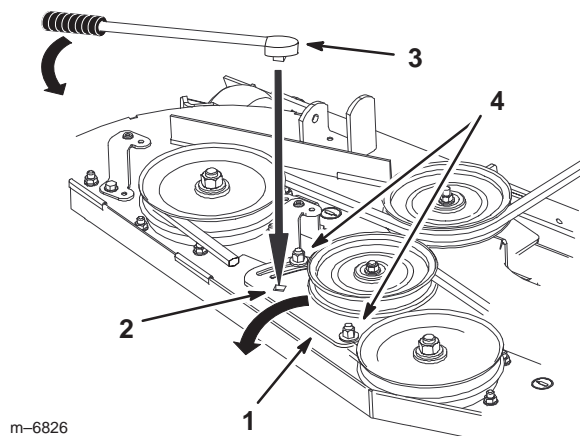

Figure 69
4. Desserrez l'écrou de fixation de la plaque de la poulie de tension et déplacez la plaque pour détendre la courroie sur la poulie de tension. Déposez la courroie usée du plateau de coupe (Fig. 69).
5. Si un réglage est nécessaire, desserrez la plaque du bras de tension et effectuez le réglage (Fig. 69).
6. Insérez un manche à rochet ou une barre de levier dans le trou carré de la plaque pour régler la tension (Fig. 69).
7. Pour augmenter la tension de la courroie, tournez la plaque de la poulie de tension jusqu'à ce qu'une résistance soit sentie et que la rotation s'arrête. Ne continuez pas quand elle s'arrête (Fig. 69).
8. Serrez les boulons de la plaque de la poulie de tension (Fig. 69).
10. Réglez la tension de la courroie et la plaque de la poulie de tension au besoin, et serrez fermement toutes les fixations (Fig. 69).